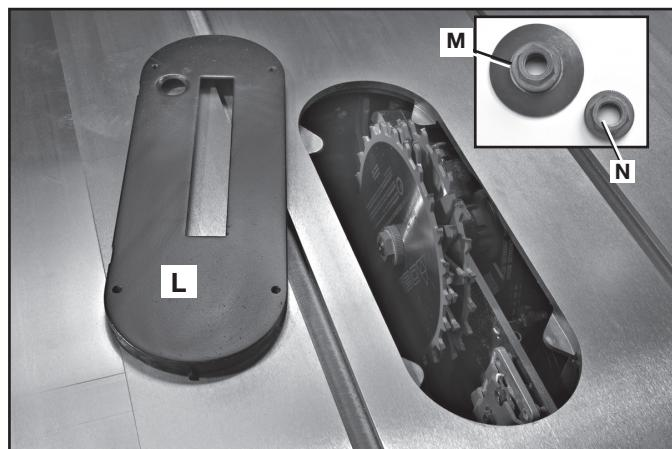

FIG. 65
⚠ATENCIÓN: El inserto para mesa del juego de cabezales para ranuras (L), Fig. 65 debe utilizase en lugar del inserto estándar. Asegúrese que el parte móvil sea llano con la tabla antes de proceder.
NOTA: No se puede usar el ensamblaje de tuercas de eje de la brida externa estándar (M), Fig. 65, con los juegos de hojas para ranuras. Se incluye una tuerca de eje especial (N) con la Unisaw para hacer ranuras. Ajuste esta tuerca de eje contra el juego de hojas para ranuras. **No deseche la tuerca de eje de la brida externa. La necesitará cuando vuelva a colocar la hoja estándar al eje.**
4. Anexe el juego de cabezales para ranuras al eje de la sierra con la tuerca de eje (N), Fig. 65.
NOTA: No se puede usar el ensamblaje de tuercas de eje de la brida externa estándar (M), Fig. 65, con el cabezal portacuchilla para molduras. Se incluye una tuerca de eje (N) con la Unisaw para estas aplicaciones. Ajuste esta tuerca de eje contra el cabezal portacuchilla para molduras. **No deseche la tuerca de eje de la brida externa. La necesitará cuando vuelva a colocar la hoja estándar al eje.**